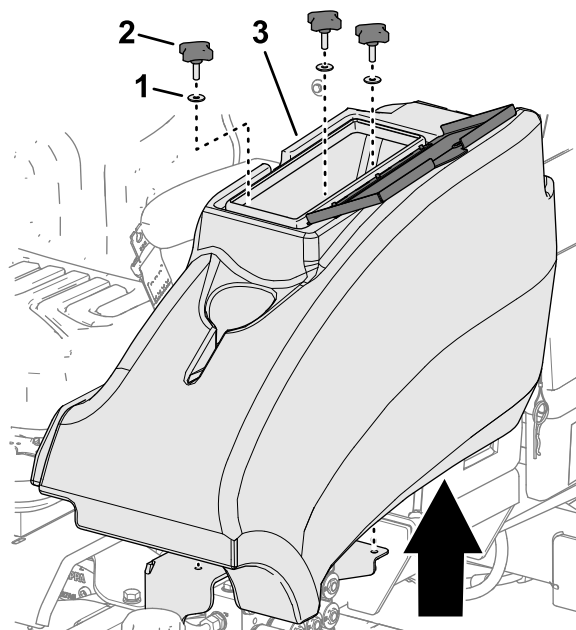

Figura 56
2. Rimuovete le 3 manopole e le 3 rondelle che fissano il vano portaoggetti alla macchina, e rimuovetelo (Figura 56).
1. A sinistra della piattaforma dell'operatore, aprite lo sportello del vano portaoggetti (Figura 56).